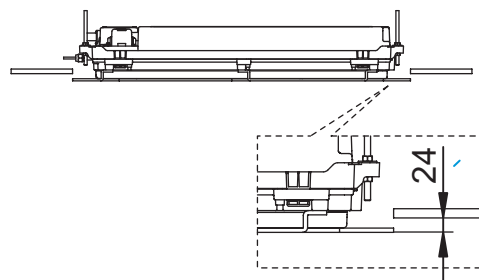

Рисунок 3.12
- 2.4) Убедитесь, что разность уровней между нижней стороной потолка и нижней стороной монтажного шаблона составляет около 24 мм (см. Рис. 3.12). Если это требование не выполнено, значит, высота подвески кондиционера не корректна. [AD1]